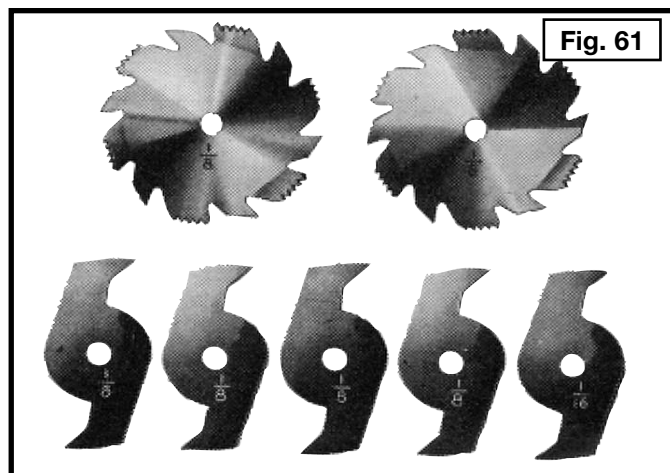
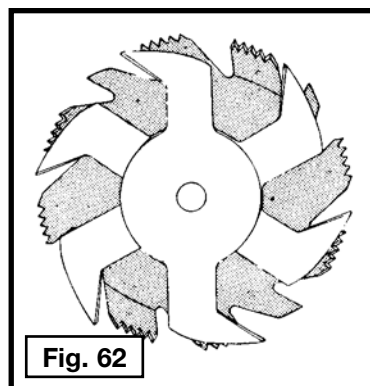
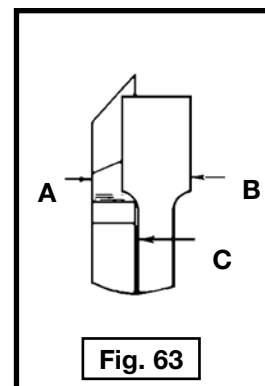

Fig. 61
Fig. 62
Fig. 63
Cortar ranuras consiste en realizar un rebajo o surco ancho en la pieza de trabajo. La mayoría de los juegos de cabezales para ranuras están compuestos de dos sierras externas y cuatro o cinco cuchillas internas, (Fig. 61). Se utilizan diversas combinaciones de sierras y cuchillas para cortar ranuras desde 3,2 mm (1/8") hasta 20,6 mm (13/16") para la instalación de estantes y la realización de uniones, espigas, ranuras, etc. Las cuchillas son muy dentadas y deben estar dispuestas de tal modo que los dientes no se golpeen entre sí durante la rotación. La parte pesada de las cuchillas debe caer dentro de los pasos de las sierras externas, como muestra la Fig. 62. La superposición de la sierra y la cuchilla se distingue en la Fig. 63, siendo (A) la sierra externa, (B) una cuchilla interna y (C) una arandela o arandelas de papel, usadas según sea necesario para controlar el ancho exacto de la ranura. Para cortar una ranura de 6,35 mm (1/4") se utilizan dos sierras externas. Los dientes de las sierras deben estar ubicados de manera que el rastrillador de una sierra quede junto a los dientes de corte de la otra sierra.